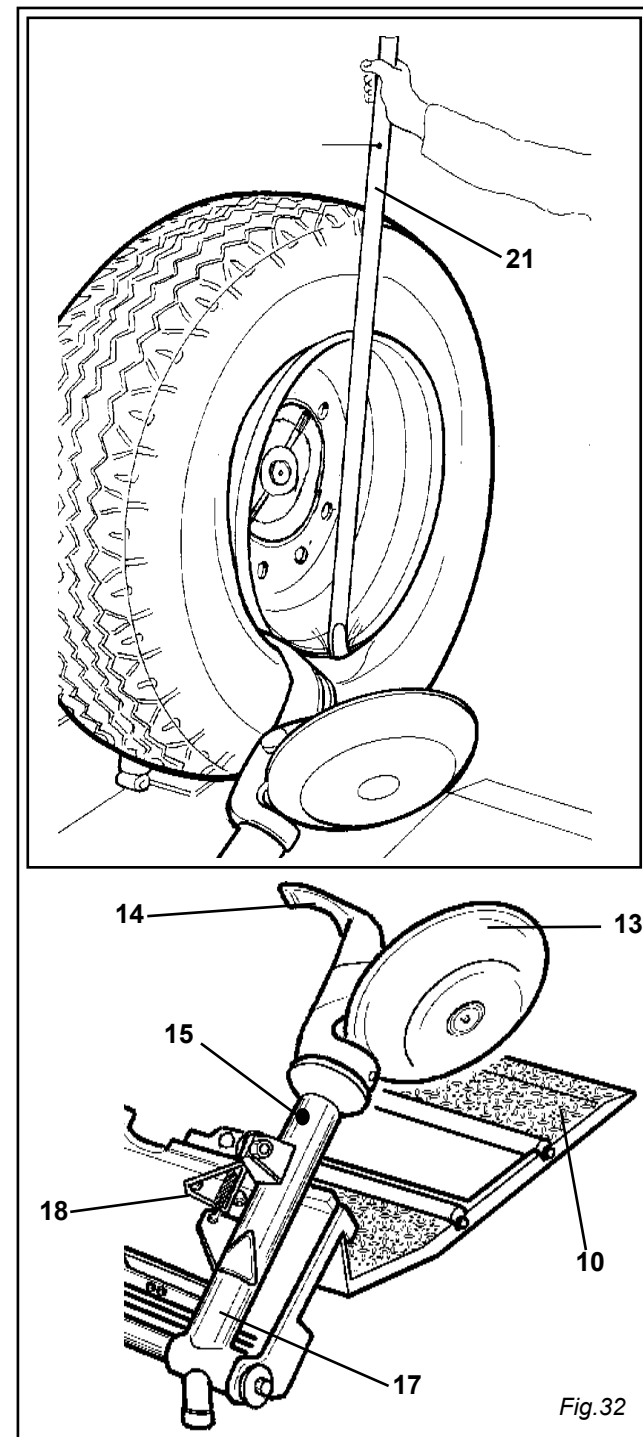

Fig.32
- 1) Den Werkzeugtragarm (17) in Raststellung hochklappen, auf die Radaußenseite verlegen und in Arbeitsstellung wieder festmachen.
- 5) Den Hebel (21) rechts vom Werkzeug zwischen Felge und Wulst stecken.
- 6) Den Hebel gedrückt halten und das Rad senken, bis wann sich der Felgenrand zirka 5 mm fern vom Nagelwerkzeug befindet. (Abb. 32)
- 8) Den Werkzeugtragarm in Raststellung hochklappen. Das Spannfutter senken, bis wann der Reifen die Schiebebühne (10) berührt, die, wenn nach Außen leicht verlegt wird, den erforderlichen Platz zum Schlauchabziehen schafft.